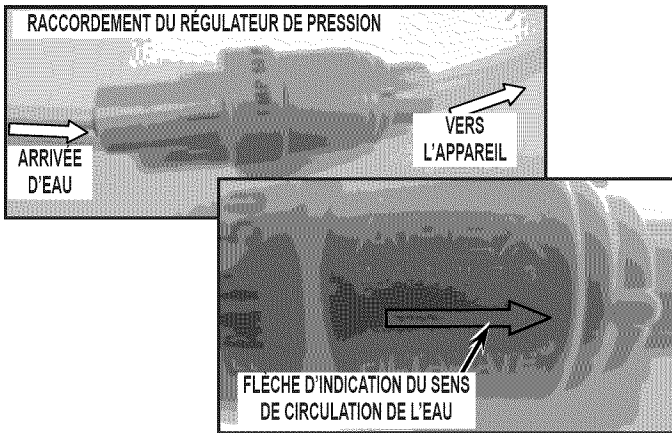

FIGURE 4
- Raccorder le régulateur de pression entre les deux extrémités libres de la conduite d'arrivée d'eau, en enfonçant fermement les raccords du régulateur de pression. Voir la *Figure 4*.